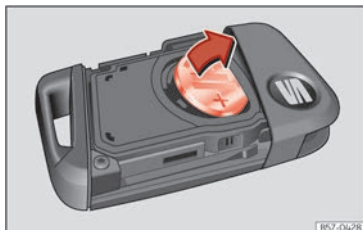

Abb. 47 Fahrzeugschlüssel: Batterie herausnehmen.
- Hebeln Sie die Batterie aus dem Batteriefach ab >>> **[Abb. 47]**.
- Drücken Sie eine neue Batterie in das Batteriefach ein >>> ①.